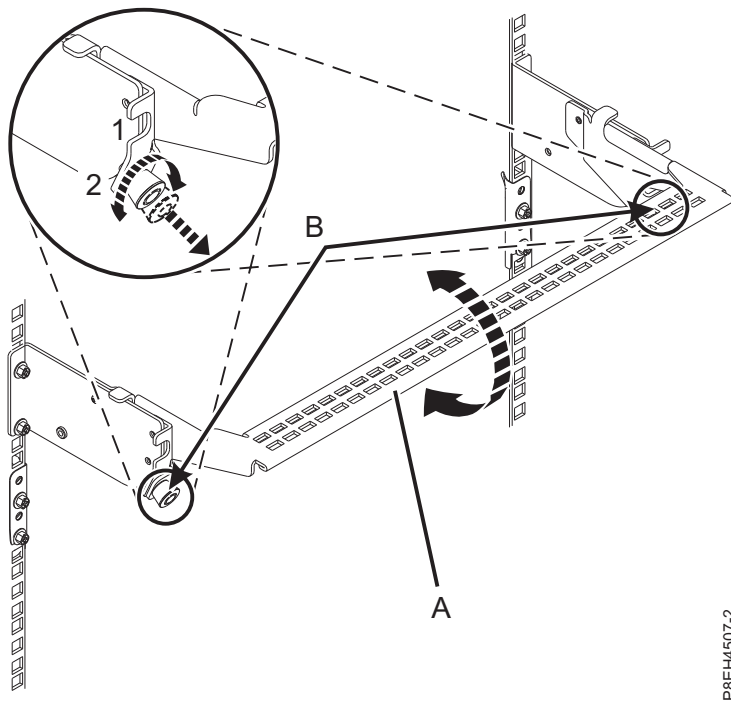

Abbildung 61. Kabelführungshalterung in Serviceposition bringen
6. Bringen Sie die Kabelführungshalterung auf der Rückseite des Einschubs für PCIe3-Erweiterungen in die Serviceposition. Siehe Abb. 61 auf Seite 59.